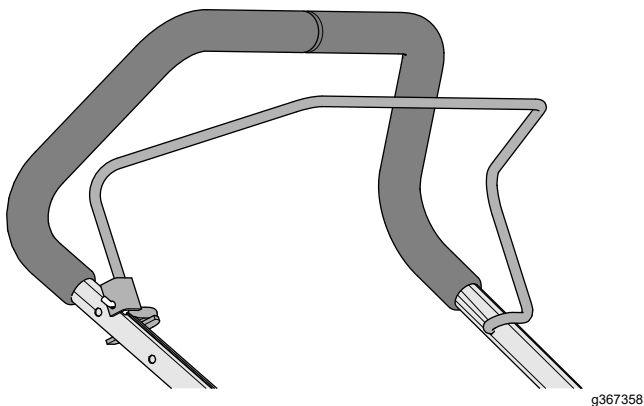

Figura 11
- Introduceri capătul manetei de prezență a operatorului în bara de ghidare, strângeți uor celălalt picior al manetei i introduceți maneta în bara de ghidare (Figura 11).